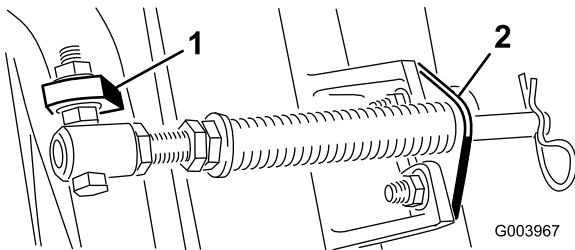
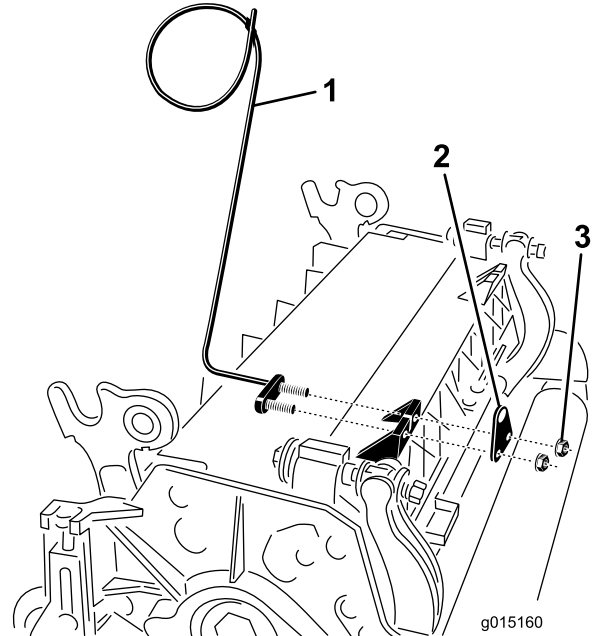

Bild 11
Bild 13
- C. Montieren Sie die Schraube des Federrohrs an der anderen Lasche am Trägerrahmen und befestigen Sie sie mit der Bundmutter. Der Schraubenkopf zeigt zur Außenseite der Lasche, siehe Bild 11.
D. Montieren Sie die Stangenhalterung mit den Schlossschrauben und Muttern an den Mähwerkklaschen (Bild 11). Am Mähwerk müssen Sie auch die linke Schlauchführung vorne an den Mähwerkklaschen befestigen, wenn Sie die Stangenhalterung wieder einbauen (Bild 13).